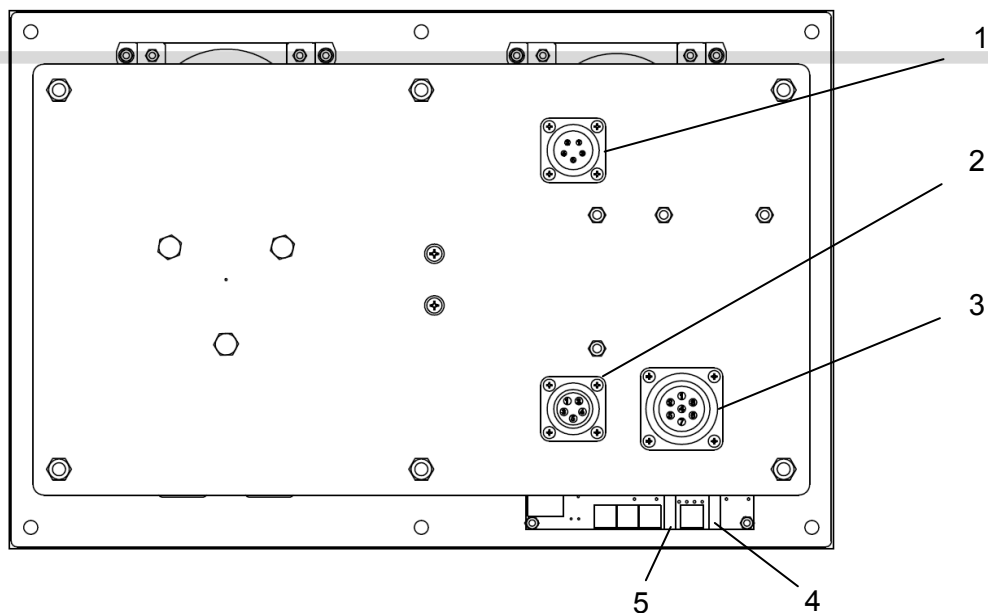

Рисунок 2. Внешний вид задней панели блока управления.
1.5.15. Для регулировки показаний миллиамперметра служит подстроечный резистор R14 на плате управления (см. рисунок 2. поз.4, приложение В, рисунок В.1).
1.5.16. Для регулировки показаний вольтметра служит подстроечный резистор R11 на плате управления (см. рисунок 2. поз.5, приложение В, рисунок В.1).